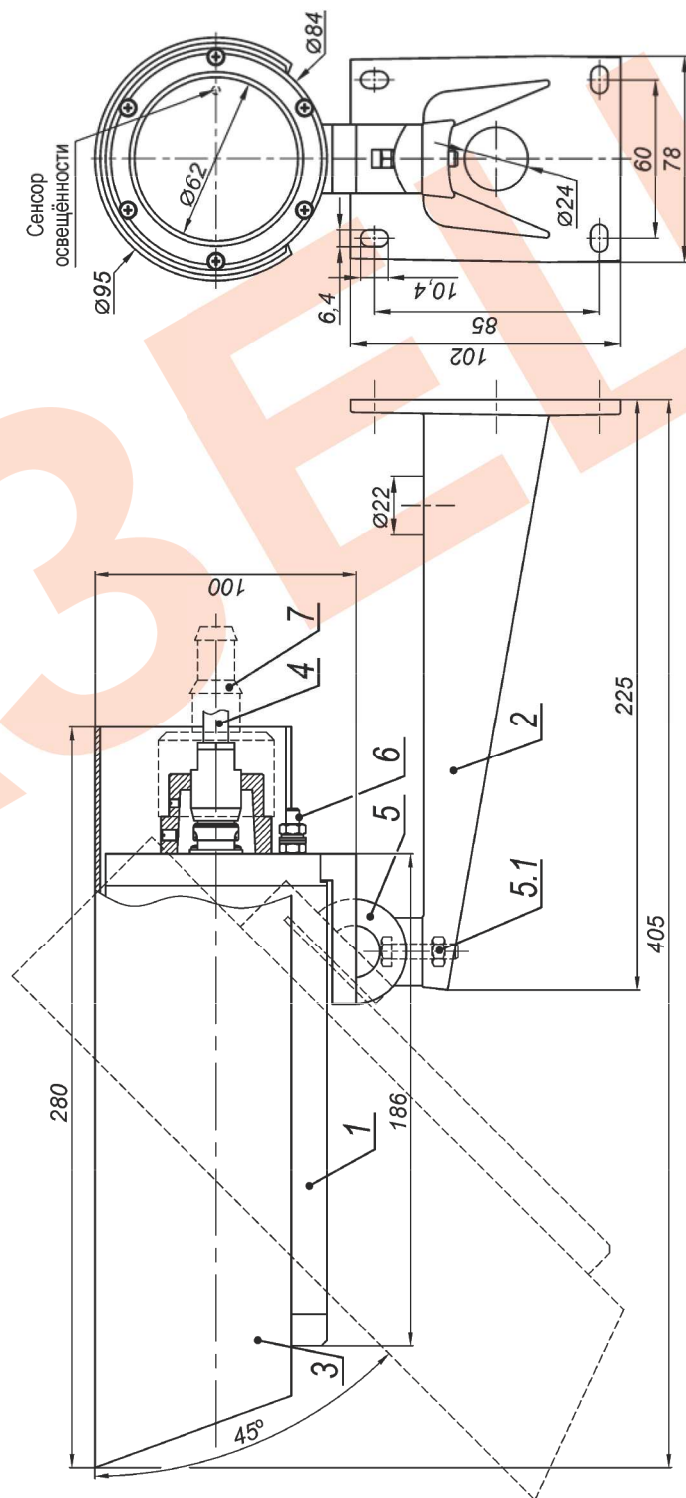

Рис.1 Состав, габаритные и установочные размеры ПИП-30/20(-50/10) ВБ
- 1. Установить кронштейн (поз.2 рис.1) на штатное место и закрепить на нём прожектор (поз.1 рис.1).
- 2. Ослабив гайку болта фиксации шарнира (поз.5.1 рис.1), установить прожектор на нужное направление обзора, после чего надёжно зафиксировать шарнир затянув болт.
- 3. Заземлить прожектор с помощью болта заземления (поз.6 рис.1).
Состав изделия: (см. рис.1)